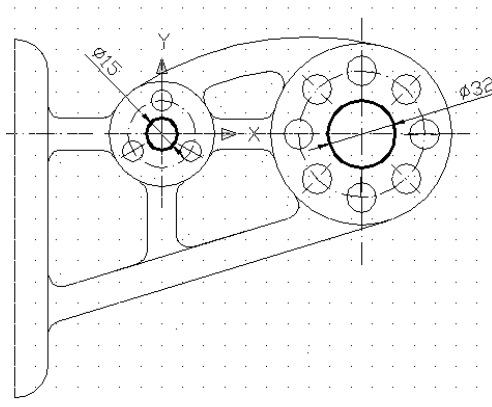

Рис.13
**Заканчиваем создание сложного контура построением двух окружностей (R = 7,5мм и R = 16мм) (рис.13).**